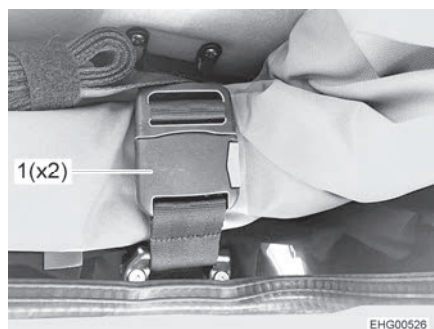

Fig. 57 Fibbia
- Aprire le due fibbie (Fig. 57,1).